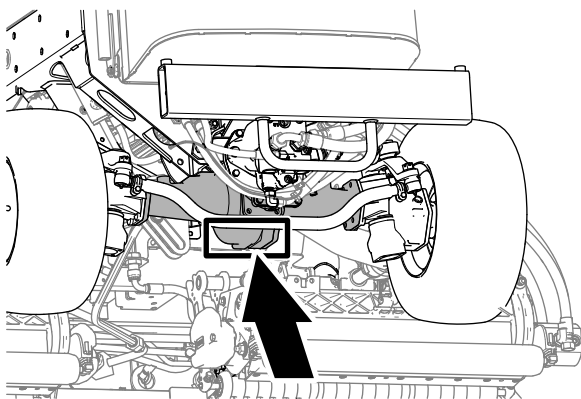

Figure 100
- Arrière de la machine – au centre du pont (Figure 100).